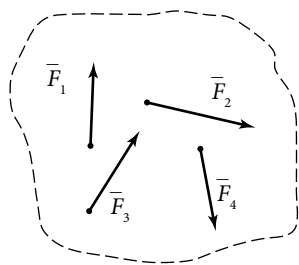

Рис. 11
**Произвольная система сил на плоскости** — это система сил, линии действия которой лежат в плоскости произвольно (рис. 11).